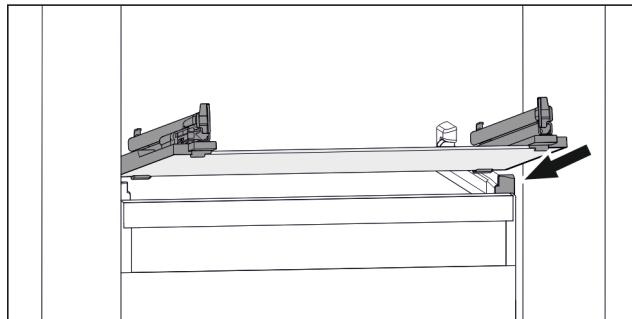

Fig. 113 Примерно изображение на стъклена плоча
- Поставете стъклена плоча под ъгъл зад ограничителите. (виж Fig. 113)